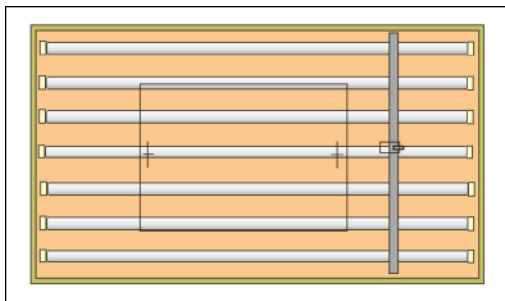

Imagen 318
- 2- Fijar al vidrio una lámina transparente con las cruces de registro de las películas (Imagen 318)